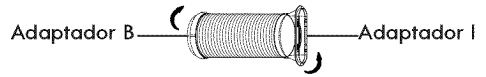

Fig.16a
1. Instale el adaptador B y el adaptador I en la manguera de escape como se muestra en la Fig.16a